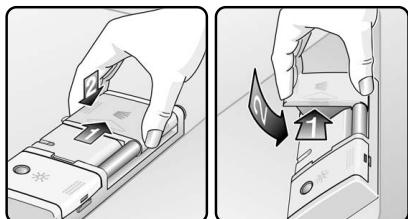

Figure 24/Illus. 24
4. To close the cover, slide the cover in the direction of the arrow on the cover, as shown in Figure 24 arrow 1, and press down **firmly** as shown in Figure 24 arrow 2, until the release tab catches.
4. Pour fermer le couvercle, le faire glisser dans le sens de la flèche sur le couvercle, figure 24, flèche 1 et presser **fermement** (figure 24, flèche 2) jusqu'à ce qu'il s'enclenche.
4. Para cerrar la cubierta, deslícela en la dirección de la flecha que figura en la cubierta como muestra la Ilustración 24 flecha 1 y oprima **firamente** hasta que se enganche la lengüeta como muestra la Ilustración 24 flecha 2 hasta que la lengüeta se enganche.